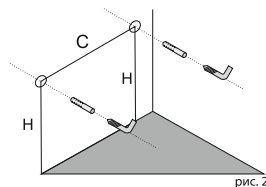

рис. 2
2. Определите местоположение тумбы, поставив ее вплотную к стене. Выполните разметку стены в соответствии со схемой (рис. 2), где: С- расстояние между подвесными кронштейнами; Н- расстояние от пола до точки крепления кронштейна (с учетом декоративных ножек, если они входят в комплектацию)